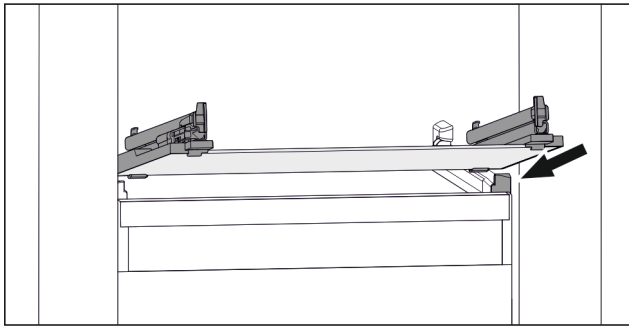

Fig. 154 Simbolična slika steklene plošče
- ▶ Steklo ploščo postavite v poševnem položaju za zaustavljalniki. (glejte Fig. 154)